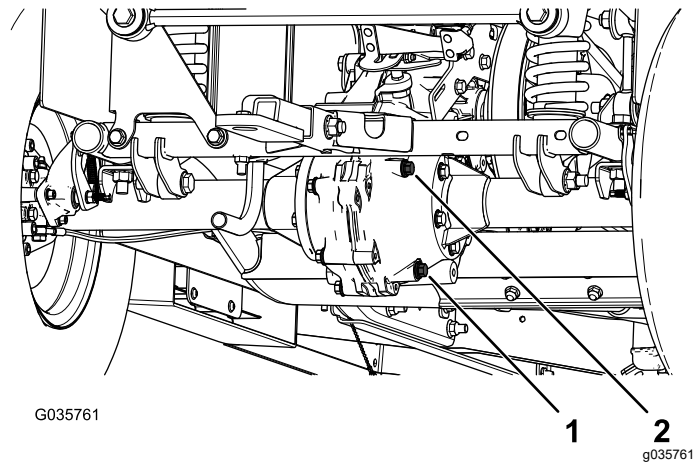

图 57
4. 卸下驱动桥上的加注塞图 57。
5. 如果液位过低应卸下加注塞添加指定液体直至其溢出加注孔图 57。
1. 对齐排放塞下的排放盘图 57。
2. 取下加注塞和密封件图 57。
3. 拔掉排放塞和密封件让液体完全排出图 57。